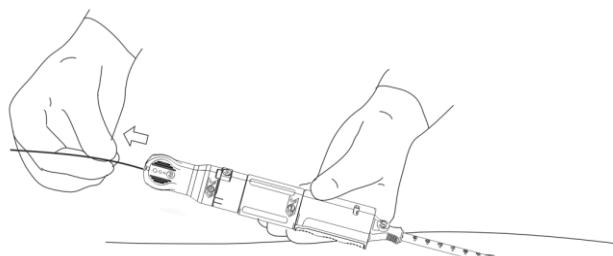

Figure 14. Retrait du guide
- Localiser le repère « 3 » et retirer entièrement le guide du patient ainsi que le dispositif de fermeture PerQseal+. Le retrait du guide peut être effectué par un assistant. Figure 14.